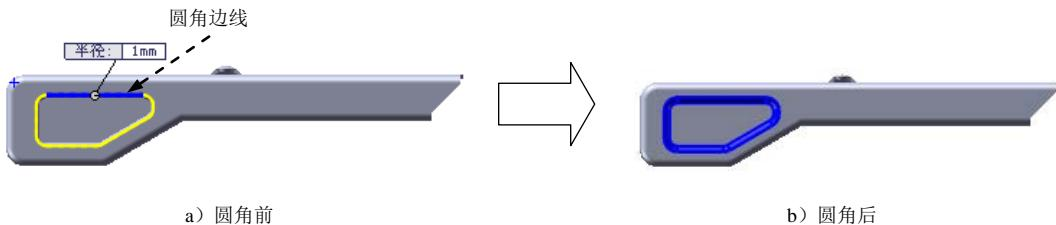

图 13.4.38 圆角 1
Step10. 创建图 13.4.38 所示的圆角 1。
- (1) 选择命令。选择下拉菜单 **插入(I)** → **特征(E)** → **圆角(U)...** 命令 (或单击  按钮), 系统弹出“圆角”对话框。
- (2) 定义圆角类型。采用系统默认的圆角类型。